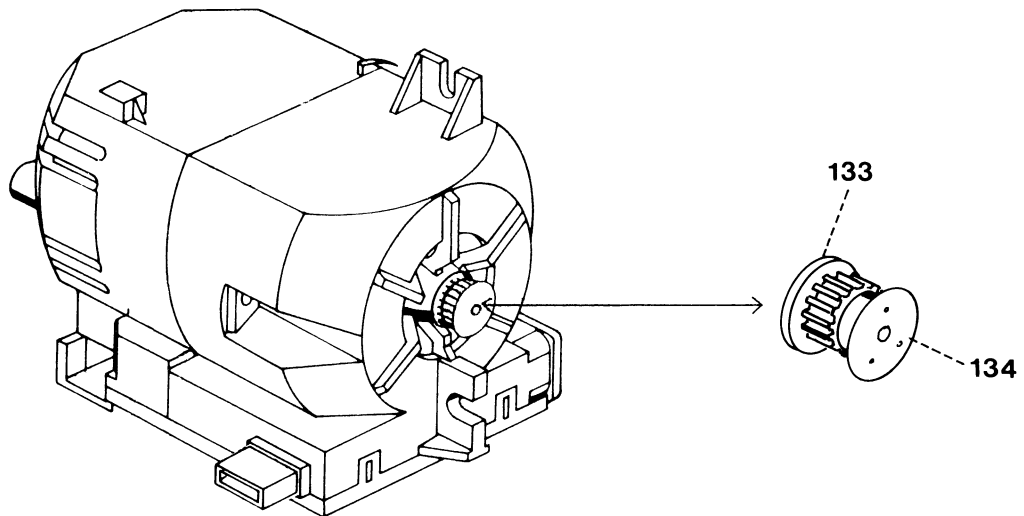

Fig. 42
- Zwei gleichbreite Schraubendreher zwischen das Ritzel 133, Abb. 42 und das Motorlager einführen.
- Insert two screwdrivers of the same blade width between pinion 133 and the motor bearing (Fig. 42).